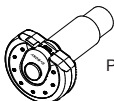

Рисунок 2. Сборка адаптера завершена.
- ① SV189 USB Цифровая камера для микроскопа
- ② переходник микроскопа
- ③ Кабель USB 2.0 длиной 1.5 м
- ④ CD-ROM
- ⑤ Руководство по эксплуатации
2. При использовании установите адаптер микроскопа на камеру и затяните его (Рисунок 2).